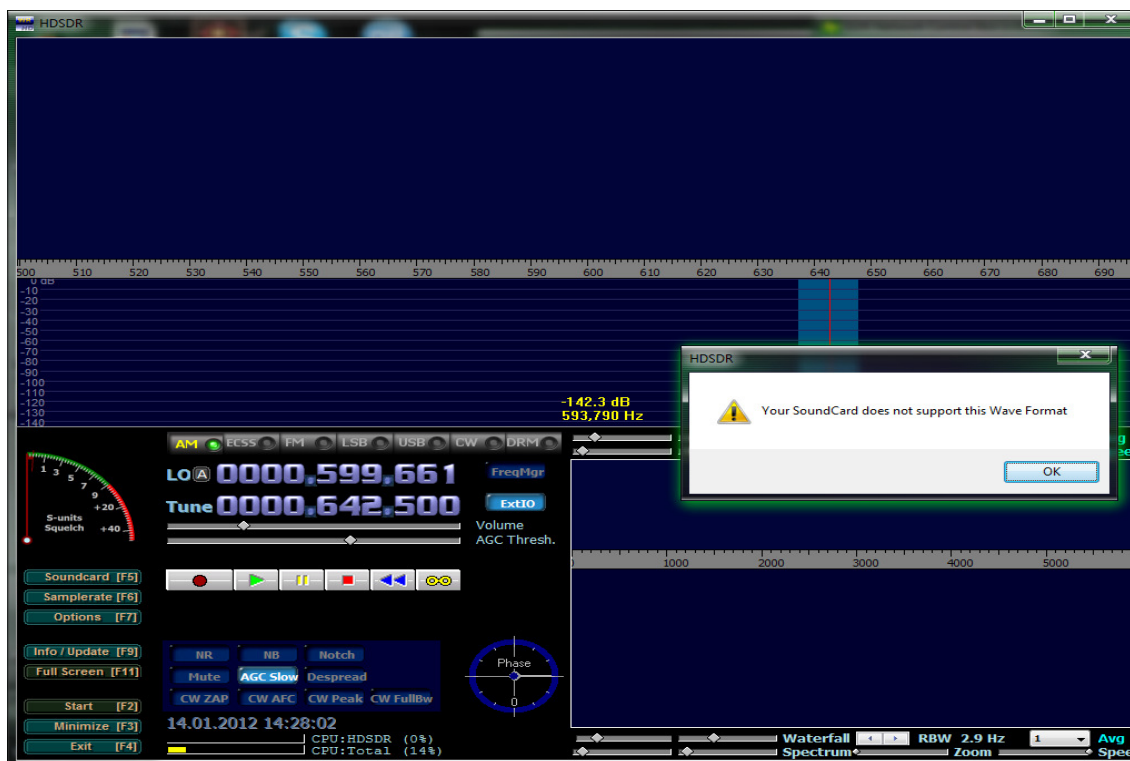

Figure 12 Сообщение об ошибке.
- В окне «Панели Управления» выбрать меню «Оборудование и звук» см. рисунок **Figure 12**.